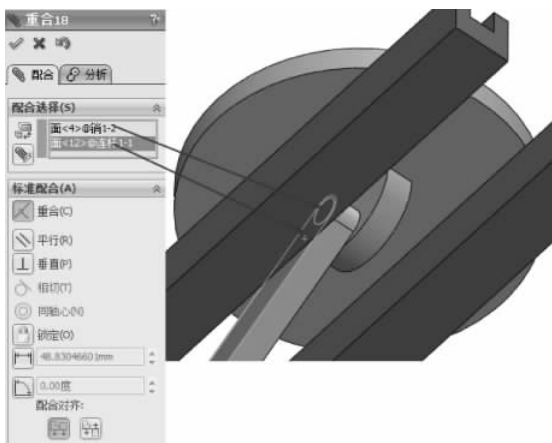

图 3-200 重合配合
(32) 继续配合约束,选择【标准配合】选项组下的【重合】配合类型,在【要配合的实体】选择框中选择如图 3-200 所示的面,其他保持默认,单击【确定】按钮,完成重合配合。